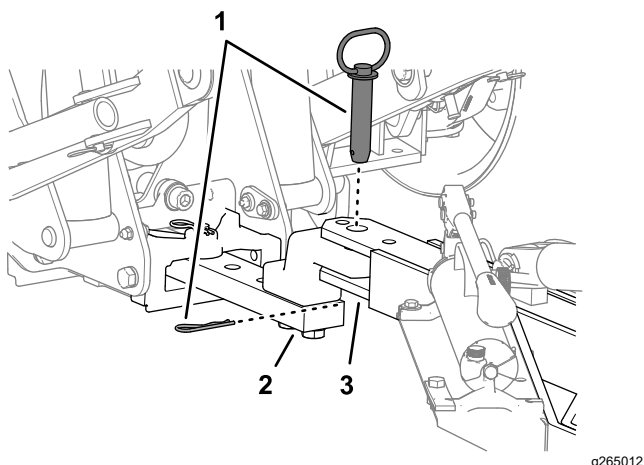

Рисунок 13
- Совместите дышло азратора с буксировочной штангой тягового блока и используйте крепежные детали сцепного устройства автомобиля для фиксации азратора (Рисунок 13).